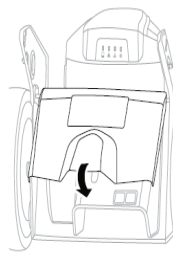

Рис. 32
3. Опустите заднюю крышку (Рис. 32).